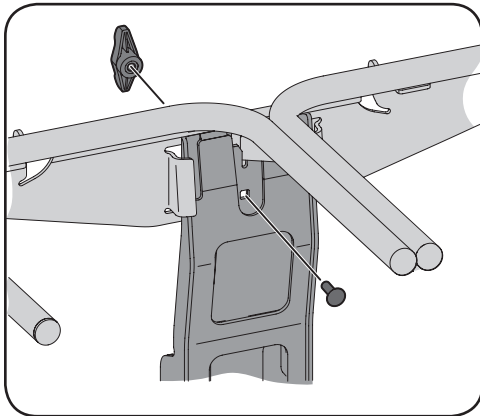

Figure 4-8
- Fixez le support des sacs collecteurs au support vertical avec un boulon de carrosserie (710-0276) et un écrou papillon (720-04122) de l'ensemble de quincaillerie 689-00600. Voir Figure 4-8.